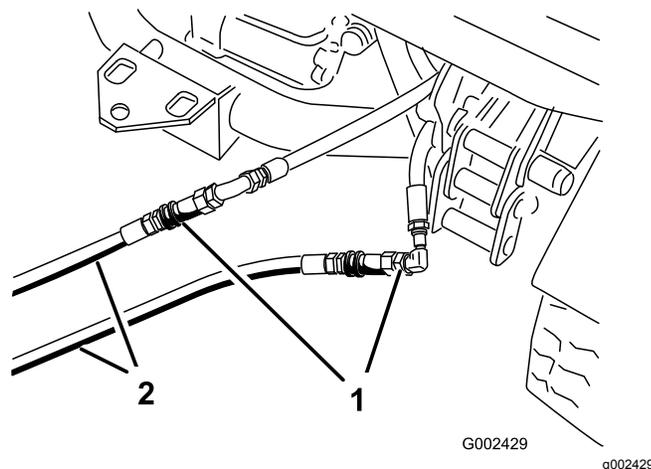

Figura 85
3. No veículo parado, ligue as 2 mangueiras de ligação às mangueiras que foram desligadas (Figura 85).